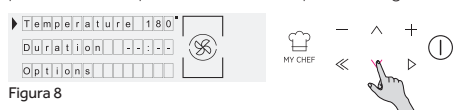

Figura 8
- Premere GIÙ per modificare la durata della cottura. Questa operazione viene effettuata premendo i pulsanti PIÙ e MENO quando la freccia sul display si trova nella scheda DURATA. Premere OK per cominciare la cottura o INDIETRO per tornare all'impostazione della temperatura (Figura 8)